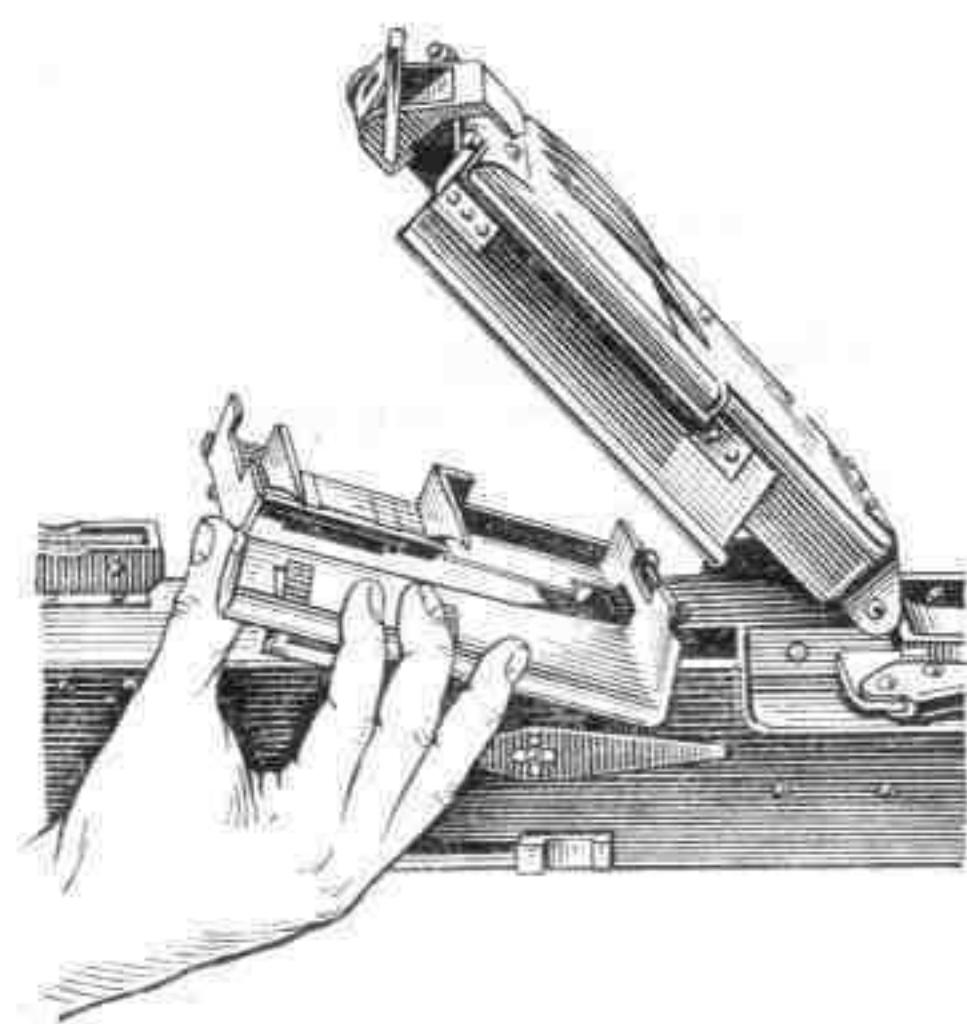

Рис. 4. Поднятие основания приемника
- 3) Поднять основание приемника вверх до отказа (рис. 4).